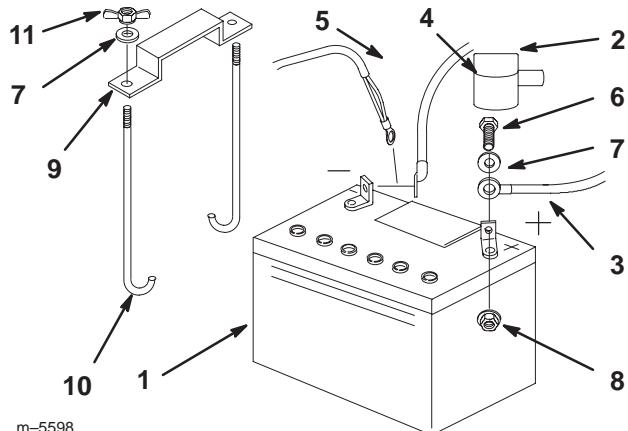

Figure 66
1. Placez la batterie dans son support en tournant les bornes vers le moteur (Fig. 66).
4. Fixez les câbles à l'aide de 2 boulons (1/4 x 3/4 pouce), 2 rondelles (1/4 pouce) et 2 contre-écrous (1/4 pouce) (Fig. 66).
6. Fixez la batterie en position avec des boulons en J, une barrette de maintien et 2 rondelles (1/4 pouce), ainsi que 2 écrous papillons (1/4 pouce) (Fig. 66).
4. Débranchez d'abord le câble négatif et le câble de masse de la borne négative (-) de la batterie (Fig. 66).
5. Ôtez le capuchon rouge de la borne positive (rouge) de la batterie. Retirez ensuite le câble positif (rouge) de la batterie (Fig. 66).
6. Retirez les deux écrous papillons (1/4") de fixation de la barrette de maintien de la batterie (Fig. 66).